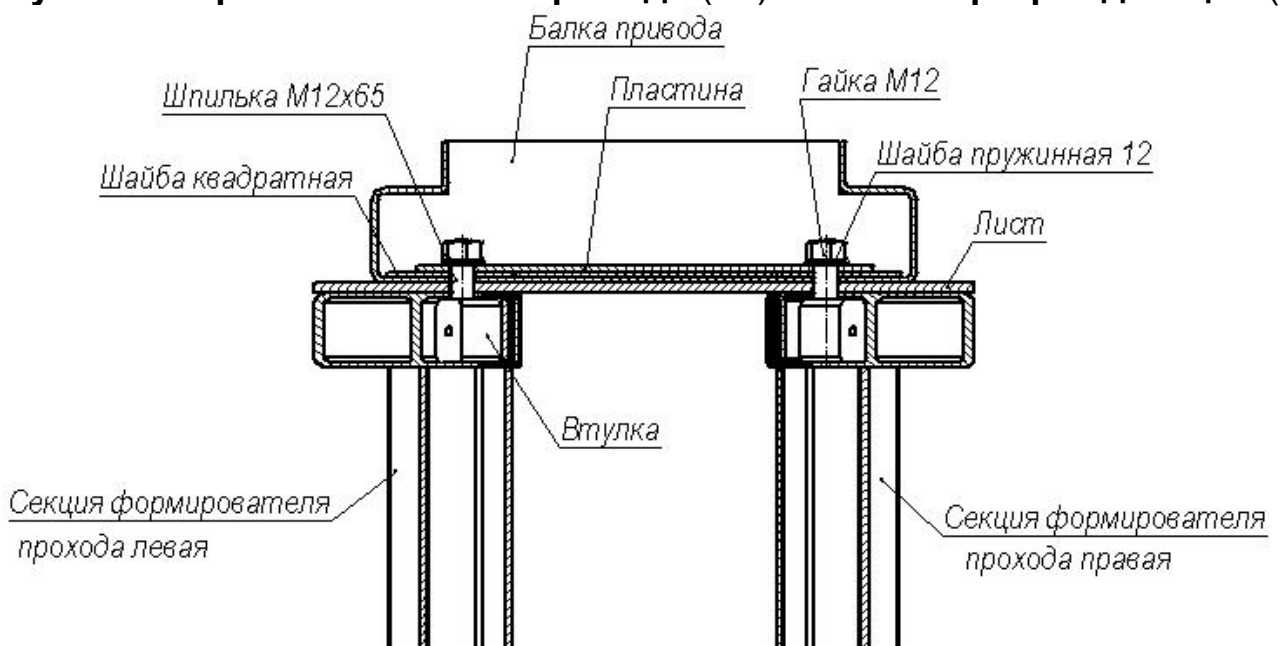

Рисунок 10 – Крепление балки привода (13) к секциям (6) и (7) формирователя прохода
8.2.14 Наденьте другой конец балки на две шпильки, выступающие из листа (12) (п. 8.2.5), наденьте на шпильки две квадратные шайбы*, на шайбы — пластину*, а затем две пружинные шайбы 12 и зафиксируйте положение балки двумя гайками *M12* (см. рисунок 10). Затяните гайки на всех четырёх шпильках, крепящих балку привода. Усилие затяжки гаек — предварительное.
* Квадратные шайбы и пластина при поставке находятся внутри балки привода (13).